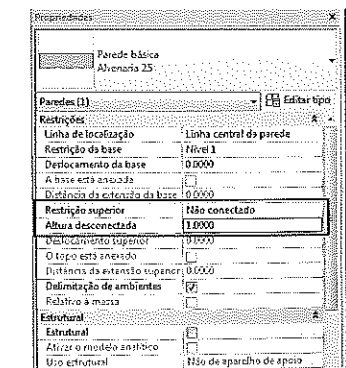

Figura 5.44 – Parede com altura fixa de 1.0 m.
- **Altura desconectada:** altura da parede. A opção só é habilitada se a altura não estiver fixada em um pavimento - **Restrição superior**, Figura 5.44.